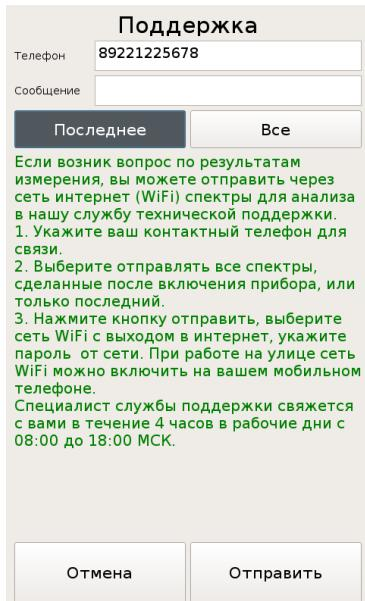

Рисунок 3 Окно обращения в службу технической поддержки
- 4.1.6. - кнопка обращения к службе технической поддержки. При возникновении вопроса в процессе измерений, можно отправить спектры измерений с текстовым пояснением через сеть интернет (WiFi). Для этого нажмите эту кнопку со знаком вопроса, ознакомьтесь с порядком отправки данных, заполните поля ввода данных (Рисунок 3) и нажмите кнопку «Отправить». После успешной загрузки данных появится окно с надписью «Загрузка завершена».